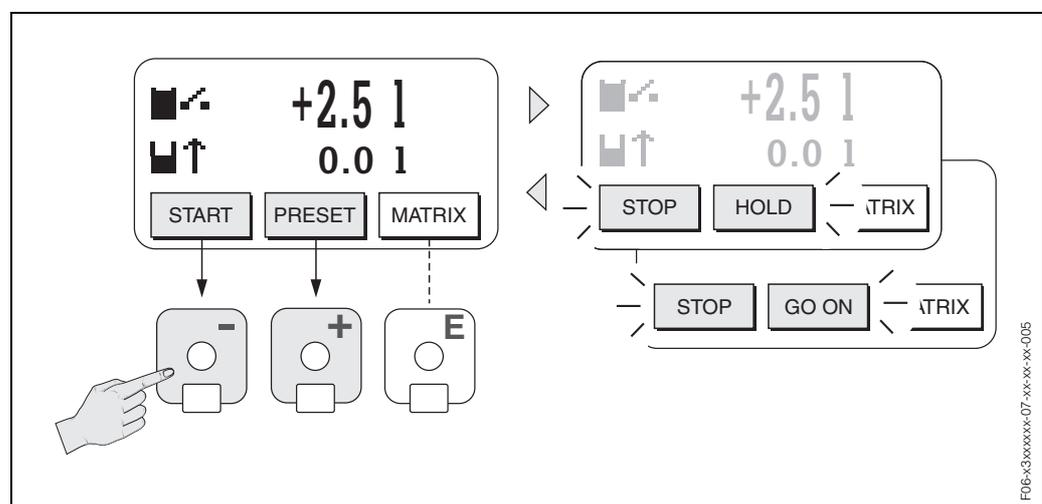

Abb. 44: Steuern von Abfüllprozessen über die Vor-Ort-Anzeige (Softkeys)
1. Konfigurieren Sie über das Quick Setup-Menü "Abfüllen", oder über die Funktionsmatrix, alle benötigten Abfüllfunktionen sowie die Belegung der untersten Anzeigefeldzeile (= FÜLLBEDIENTASTEN). Danach erscheinen auf der untersten Zeile der Vor-Ort-Anzeige folgende "Softkeys" (Abb. 44):
- MATRIX = rechte Anzeigetaste (E)
3. Nach Beendigung des PRESET-Menüs kann mit "START (-)" der Abfüllvorgang jetzt gestartet werden. Auf der Anzeige erscheinen neue Softkeys (STOP / HOLD bzw. GO ON), mit denen der Abfüllvorgang nach Belieben unterbrochen, fortgesetzt oder gestoppt werden kann (Abb. 44):